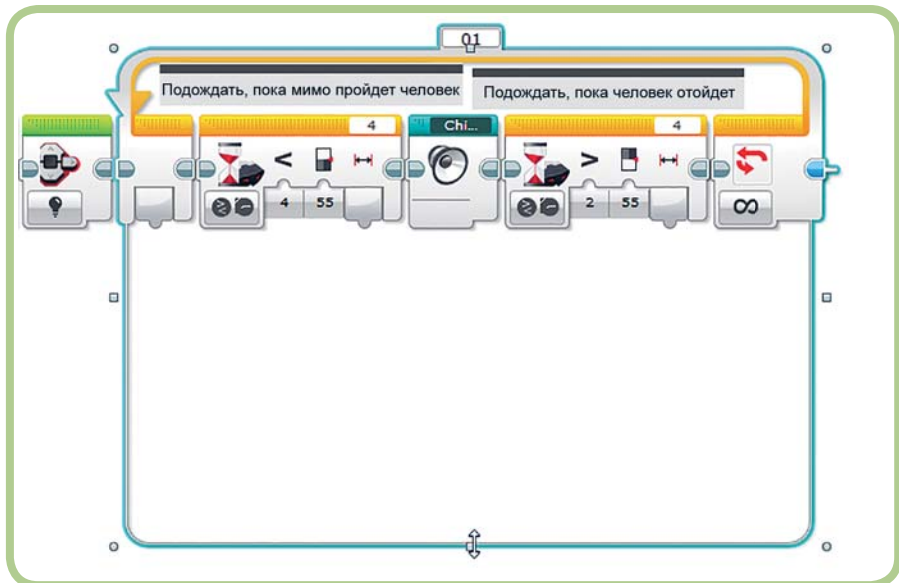

Рис. 18.9. Создание области для второй последовательности
2. Выдели блок **Цикл** (Loop) и перетащи средний маркер на его нижней границе, чтобы создать область для добавления еще одной последовательности (рис. 18.9).